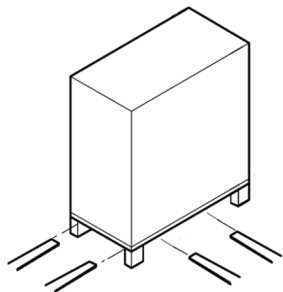
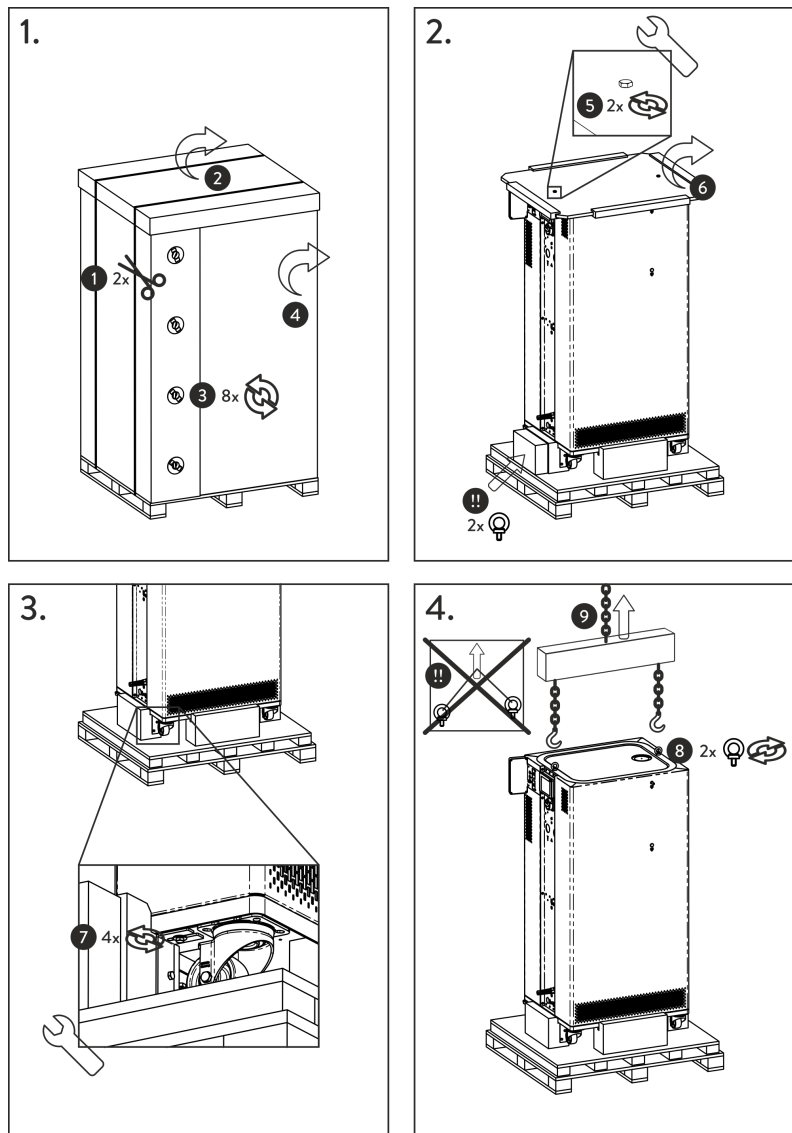

Abb. 1: Transport mit dem Gabelstapler
Abb. 2: Grafik Auspackanleitung
1. **Bild 1:** Zerschneiden Sie die Umreifungsbänder ① und entfernen Sie diese.
2. Heben Sie den Deckel der Kartonverpackung ② ab und entfernen Sie diesen.
3. Drehen Sie die Bajonettverschlüsse ③ aus dem Karton heraus. Drehen Sie hierzu entgegen dem Uhrzeigersinn.
4. Entfernen Sie den Karton ④.
5. **Bild 2:** Drehen Sie die Schrauben ⑤ aus dem Holzdeckel heraus. Drehen Sie hierzu entgegen dem Uhrzeigersinn. Entfernen Sie den Holzdeckel ⑥.
7. **Bild 2:** Entnehmen Sie die Ringschrauben aus der Verpackung.